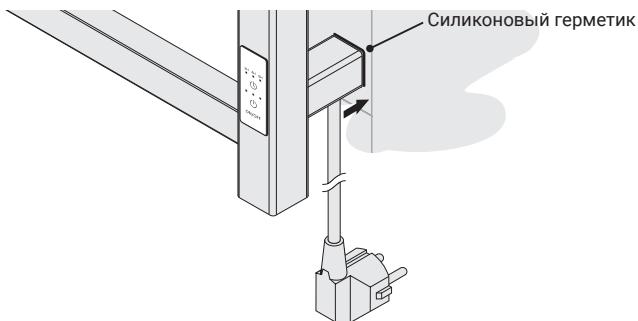

Рис.4
4.1.6. Для повышения степени защиты произвести герметизацию шва скрытого подключения модуля и стены (рис. 4).